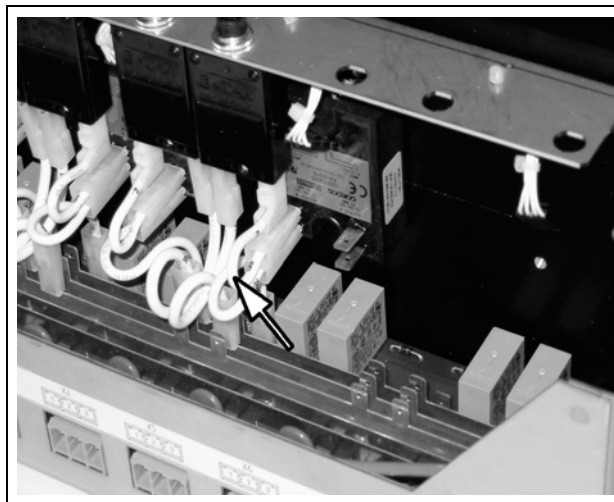

рис. 7-3: Монтажный кабель у расцепителя максимального тока и реле, срабатывающее при изменении нагрузки
12. Насадить конец монтажного кабеля с маркировкой «2» на плоский штекер теплового расцепителя максимального тока (см. Рис. 7-3, страница 7-38).